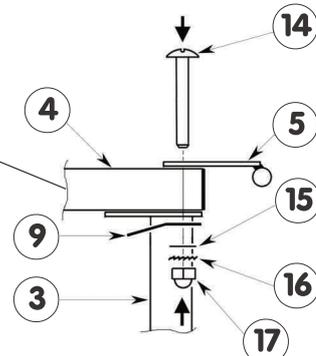

Figura 3
- 3 - Coloque bien la placa con barra (5), el pie regulable (2) + (3), y las placas de fijación (9) en la posición indicada en el detalle de la Figura 3, antes de montar el conjunto con los tornillos (14), (15), (16) y (17).